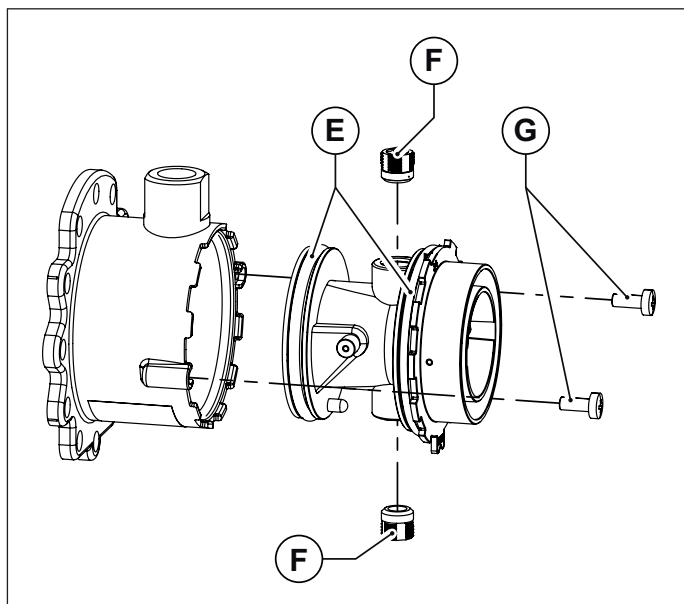
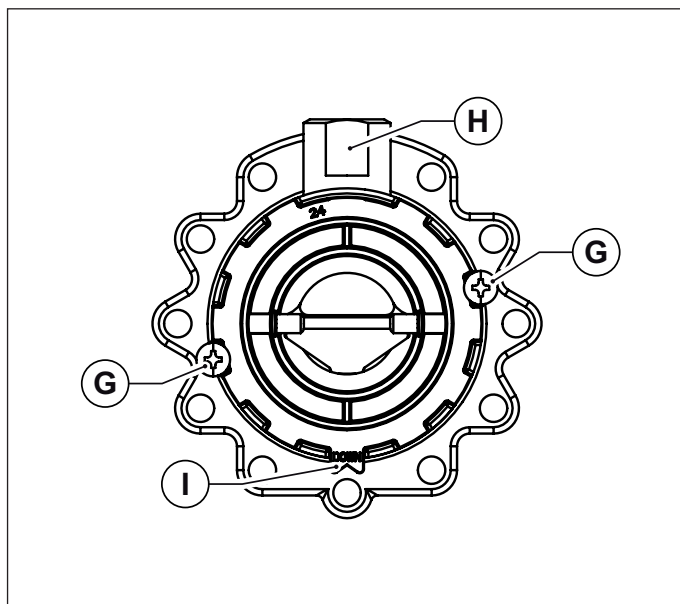

Fig. 31 Corpo in plastica del misceleto
Fig. 32 Orientamento di montaggio
- Sfilare il corpo in plastica del miscelatore, svitando le due viti di fissaggio (vedi Fig. 31 Corpo in plastica del miscelatore).
- Svitare i due ugelli del miscelatore utilizzando una chiave a brugola da 6 mm (vedi Fig. 31 Corpo in plastica del miscelatore).
- Rimontare il corpo in plastica (Venturi) inserendolo nel miscelatore e avvitandolo con le viti di fissaggio, avendo cura di non danneggiare le guarnizioni o-ring che sono montate agli estremi del corpo in plastica (vedi Fig. 31 Corpo in plastica del miscelatore) e di rispettare l'orientamento di montaggio (vedi Fig. 32 Orientamento di montaggio).
- Montare il mixer riassembleto al ventilatore con le viti a brugola, avendo cura di riposizionare, fra mixer e ventilatore, l'o-ring di tenuta (vedi Fig. 31 Corpo in plastica del miscelatore).